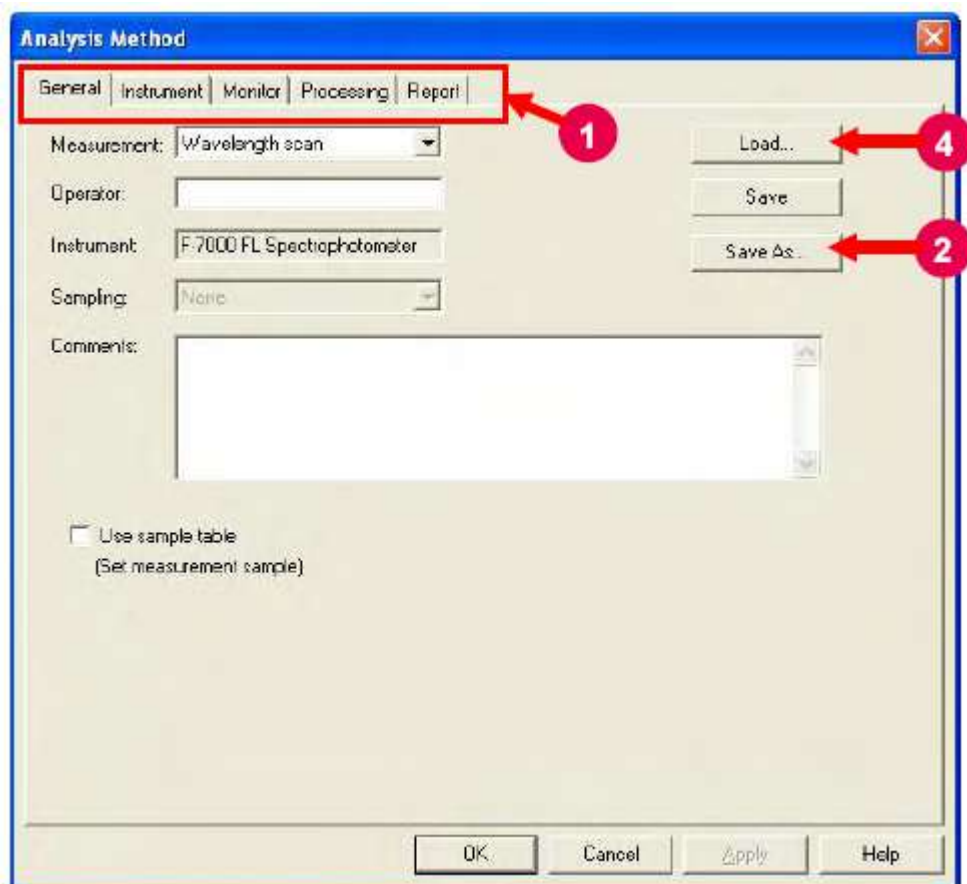

Рис. 8-11
- (1) Нажмите кнопку  (Метод анализа) на панели инструментов «Измерение». (Или выберите команду «Метод» из меню «Правка»). Появится окно, показанное на рис. 8-11.
- (2) Выберите вкладку «Прибор», вкладку «Текущий контроль» и т.д. (смотрите (1) на рис. 8-11), и установите метод анализа, имя выборки и т.д.
- (3) После завершения настроек метода, нажмите кнопку «Сохранить как». (Смотрите (2) на рис. 8-11).
- (5) Для вызова сохраненного файла, нажмите кнопку «Загрузить» (смотрите (4) на рис. 8-11) и выберите файл.